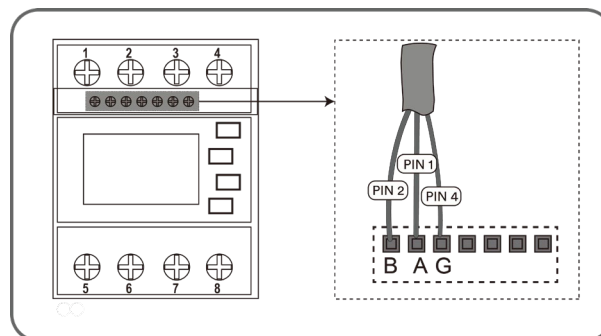

Abb. 38. RS485-Kabel für Anschluss an Smart-Meter
1. Isolieren Sie das andere Ende des Netzwerkkabels ab und Befestigen Sie den Kupferdraht an der entsprechenden Klemme am Smart-Meter. [  PH0  0,7 Nm]. (siehe Abb. 38).